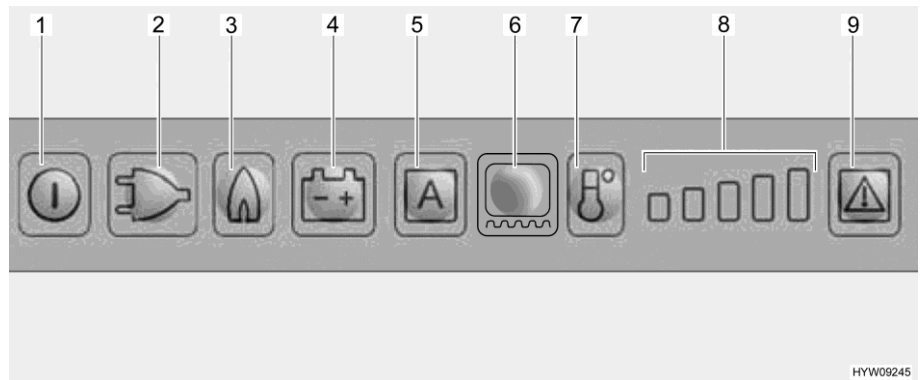

Fig. 240 Panneau de commande DEL (réfrigérateur Dometic)
Dès que le fonctionnement au gaz est activé, la veilleuse de sécurité s'ouvre automatiquement, de sorte que le gaz peut arriver au brûleur. En même temps, l'allumage électronique est connecté. Si la flamme s'éteint, p. ex. en raison d'un courant d'air, l'allumage est immédiatement activé et rallume le gaz. En cas de panne de gaz, les touches lumineuses Gaz (Fig. 240,3) et Dé-rangement (Fig. 240,9) clignotent et une alarme acoustique retentit pendant 20 secondes.
- Appuyer sur la touche Marche/Arrêt (Fig. 240,1) pendant env. 2 secondes. Le réfrigérateur s'enclenche, le dernier mode de fonctionnement choisi est indiqué.
- Appuyer sur la touche lumineuse pour le mode de fonctionnement désiré (Fig. 240,2 - 4) ou le mode automatique "AES" (Fig. 240,5) (uniquement sur le modèle AES).
- Régler la température de réfrigération avec la touche de puissance de réfrigération (Fig. 240,7). L'indicateur de puissance de réfrigération (Fig. 240,8) indique le réglage choisi du thermostat.
- Appuyer sur la touche Marche/Arrêt (Fig. 240,1) pendant env. 2 secondes.
Lorsque le réfrigérateur est mis en marche, il choisit automatiquement la température moyenne du thermostat. Ce réglage peut cependant être corrigé manuellement à l'aide de la touche de puissance de réfrigération (Fig. 240,7). Il faudra attendre quelques heures jusqu'à ce que le réfrigérateur ait atteint sa température normale de réfrigération. Le réglage du thermostat est conservé en cas de commutation sur un autre mode de fonctionnement.
- Régler le chauffage du cadre pour une durée de 2 heures : Appuyer une fois sur la touche lumineuse Chauffage du cadre (Fig. 240,6). Une barre indiquant la puissance de réfrigération (Fig. 240,8) s'allume.
- Régler le chauffage du cadre pour une durée de 5 heures : Appuyer deux fois sur la touche lumineuse Chauffage du cadre (Fig. 240,6). Deux barres indiquant la puissance de réfrigération (Fig. 240,8) s'allument.
- Régler le chauffage du cadre sur fonctionnement permanent : Appuyer trois fois sur la touche lumineuse Chauffage du cadre (Fig. 240,6). Trois barres indiquant la puissance de réfrigération (Fig. 240,8) s'allument.
L'indicateur de puissance de réfrigération (Fig. 240,8) indique pendant quelques secondes la durée de fonctionnement du chauffage du cadre.
En cas de dérangement, la touche lumineuse Dérangement (Fig. 240,9) clignote. Une des touches lumineuses Mode de fonctionnement ou l'indicateur de puissance de réfrigération clignote. De plus, un signal d'avertissement acoustique retentit. Les consignes relatives à l'affichage de défauts et à leur élimination sont données au chapitre 15.
- ▷ Quand un dérangement du régime au gaz a été éliminé, appuyer sur la touche lumineuse Reset (Fig. 240,9).